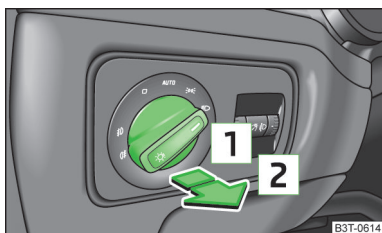

Abb. 34
- Den Lichtschalter in Stellung  oder  » Abb. 34 drehen.
- Den Lichtschalter in Stellung  oder  » Abb. 34 auf Seite 53 drehen.